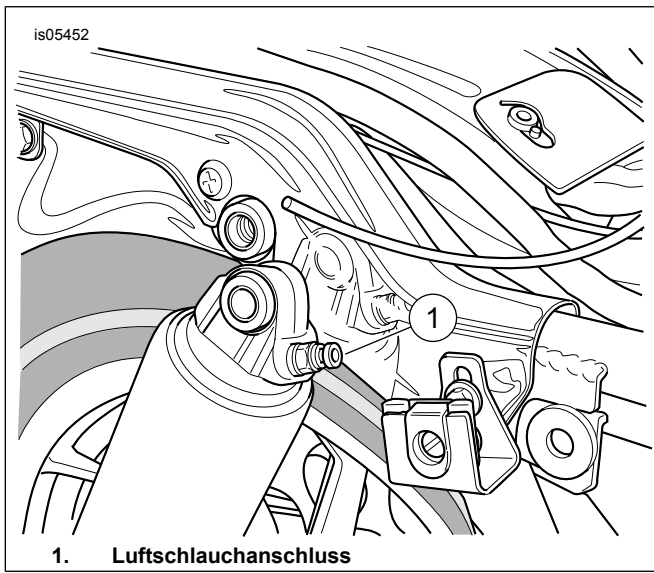
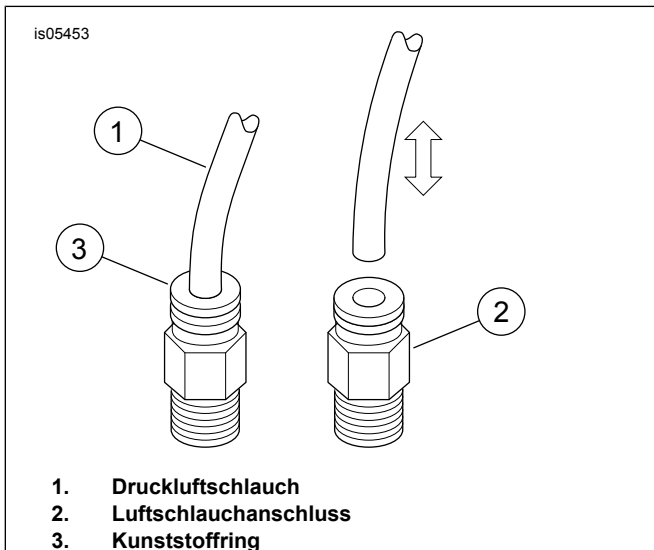

Abbildung 1. Hinterradstoßdämpfer
Abbildung 2. Ausbau und Einbau des Luftschlauches
7. Siehe Abbildung 1 und Abbildung 2. Die Luftschläuche von den Luftschlauchanschlüssen des Stoßdämpfers abnehmen.